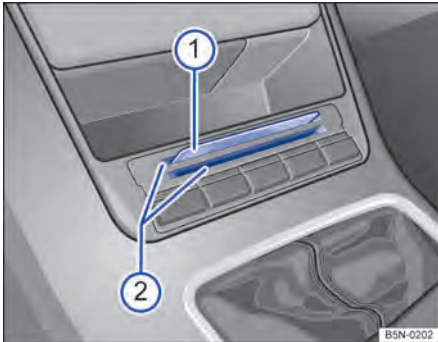

Fig. 119 Na parte inferior do console central: porta-cartões.
No console central inferior ⇒ Fig. 119 (2), bem como no console central superior ⇒ Fig. 7 (2) pode haver porta-cartões para colocação, por exemplo, de moedas, cartões de abastecimento ⇒ Fig. 119 (1), cartões de estacionamento ou semelhantes.